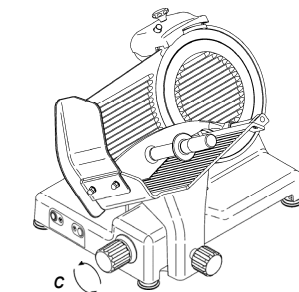

Abb. 30
- die Öffnung des Segels überprüfen, indem man den nummerierten Drehgriff vorwärts und rückwärts dreht (Abb.30 Detail c);